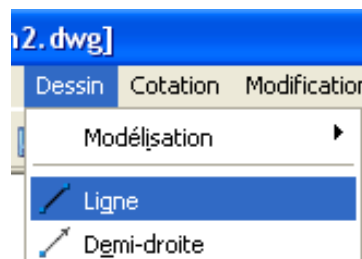

Figure 6 : Commande depuis le menu déroulant
1.7.1. Depuis les menus déroulants (Cf. Figure 6)